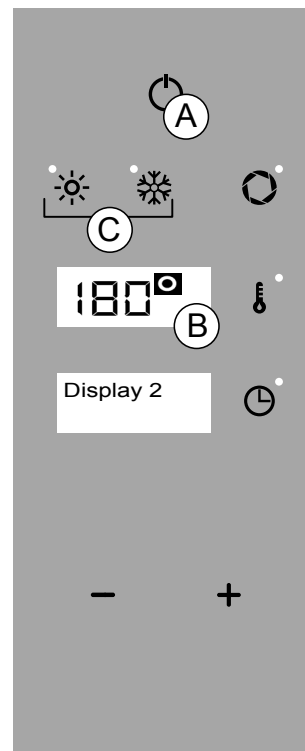

Fig.3
GASBRÆNDER GAS tændt / °C blinkende - GASBRÆNDER slukket / °C lyser fast (fig. 3/B)
Tryk på tasten „ON/OFF“ for at aktivere hovedmenuen (fig. 3/A).
Tryk på den ønskede funktion (fig. 3/C).
1. Tryk på tasten „ON/OFF“ under hovedmenuen (fig. 3/A).